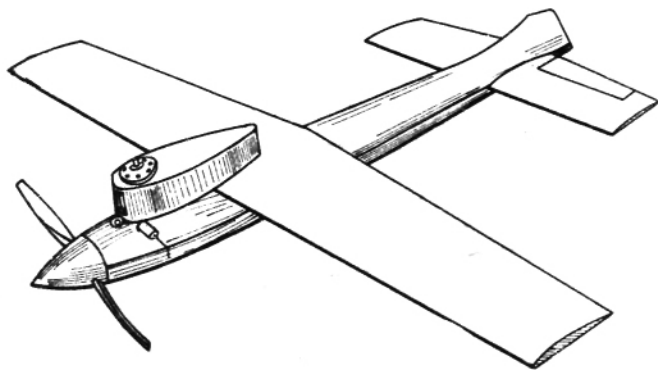

图 1-8 线操纵竞速模型飞机
(2) 线操纵竞速模型飞机——它的动力和飞行方法与线操纵特技模型飞机相似，主要是用来竞赛速度。但只做圆周平飞，不能做特技动作。这类竞速模型飞机的速度可达 200 多千米/时。如图 1-8。